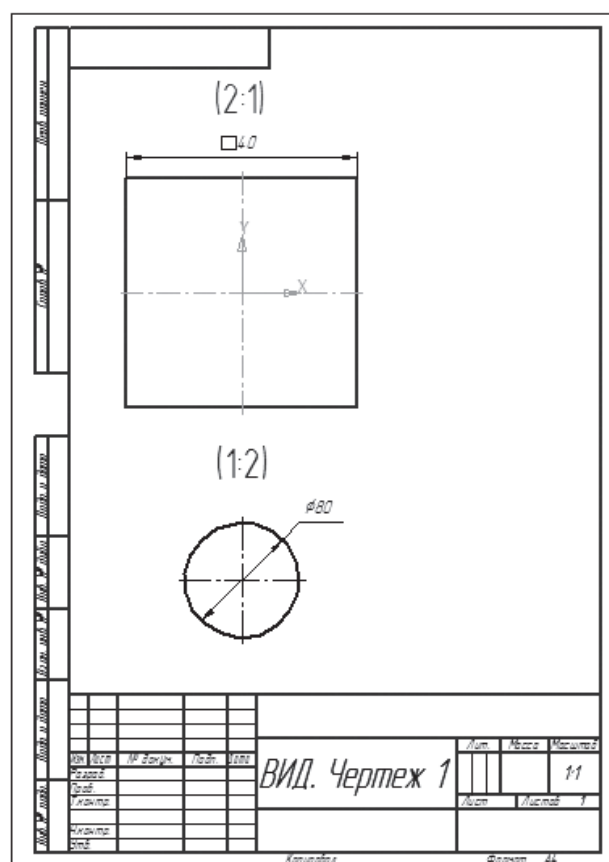

Рис. 93
6. Полученный чертеж сохранить под именем «ВИД. Чертеж 1» (рис. 93).